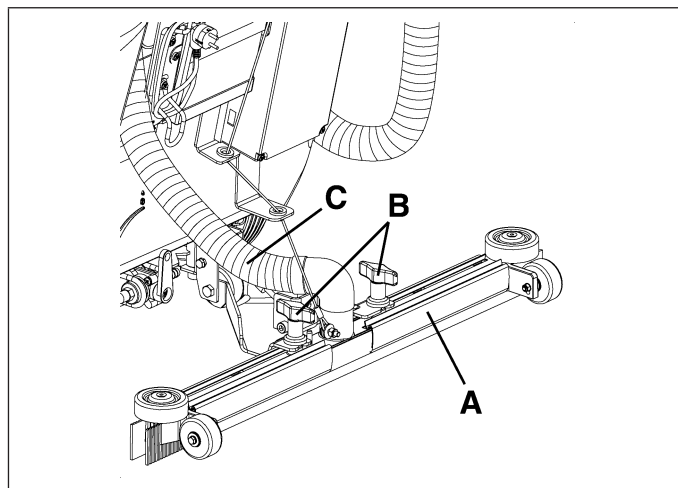

Figure 10
1. Installer l'embouchure (A, Fig. 10) et la fixer à l'aide des boutons (B), puis connecter le tuyau d'aspiration (C) à l'embouchure.